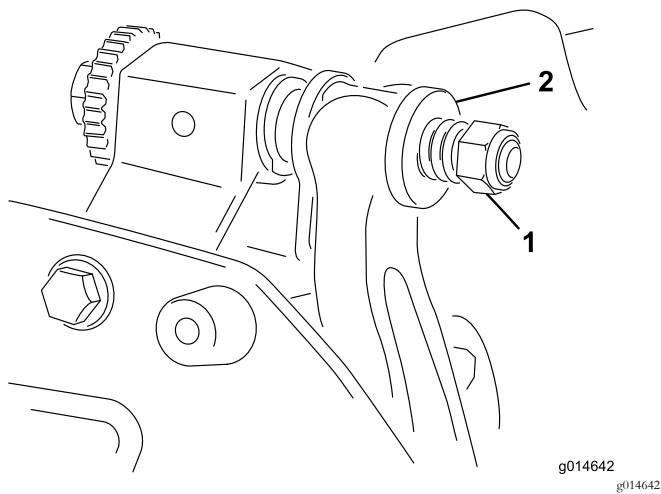

图25
- 5. 旋紧弹簧加压螺母直到弹簧完全压紧然后往回松开 1/2 圈 (图25)。